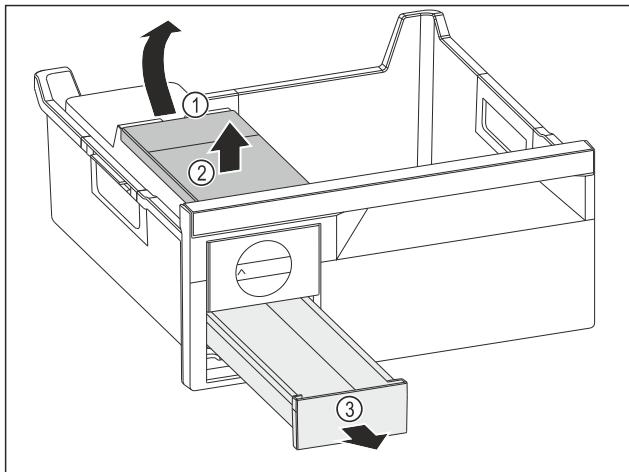

Fig. 90
- Вийняти бак для води: підняти бак для води за заглиблення Fig. 90 (1).
- Вийняти бак для води Fig. 90 (2) рухом вгору.
- Вийняти висувний ящик для кубиків льоду Fig. 90 (3) рухом вперед.